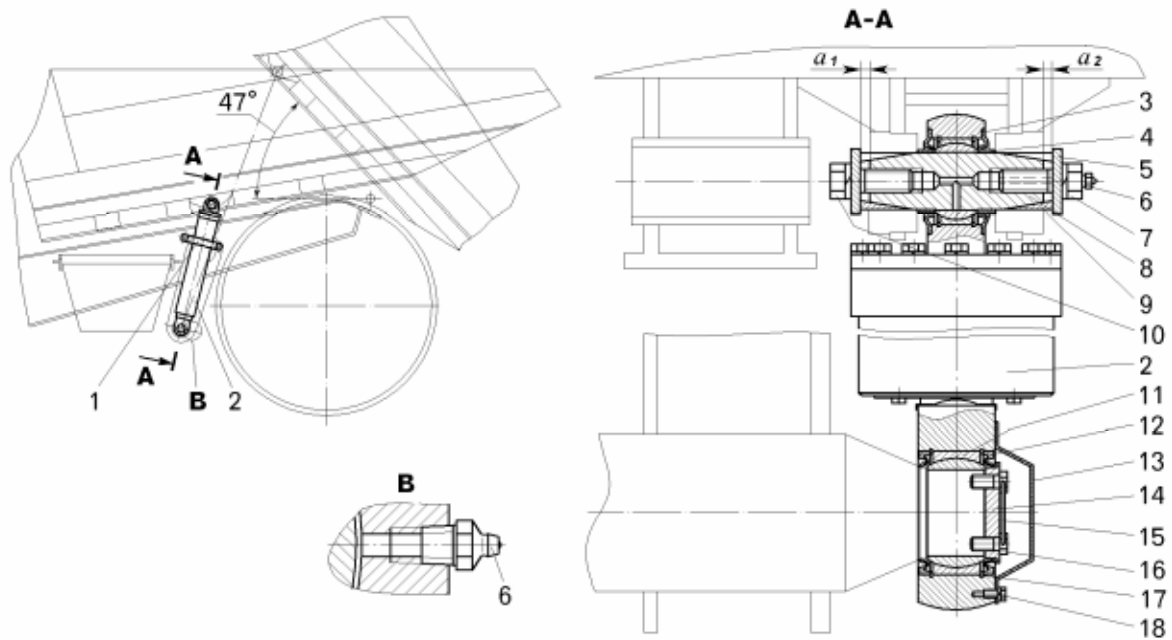

Рисунок 17.1 – Установка цилиндров опрокидывающего механизма:
- установить технологический хомут 1 (рисунок 17.1) крепления цилиндра к раме (поступает с новым самосвалом);
- вынуть уплотнители 3, 12 (смотри рисунок 17.1) головки и крышки цилиндра;